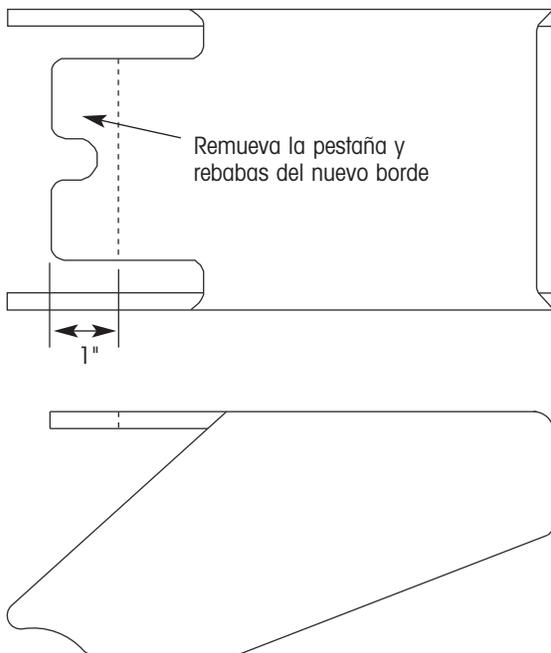

Figura 102. Modifique la extensión de la viga
9. Utilizando flama u otro método apropiado, remueva las pestañas en ambas extensiones de la viga (figura 102).